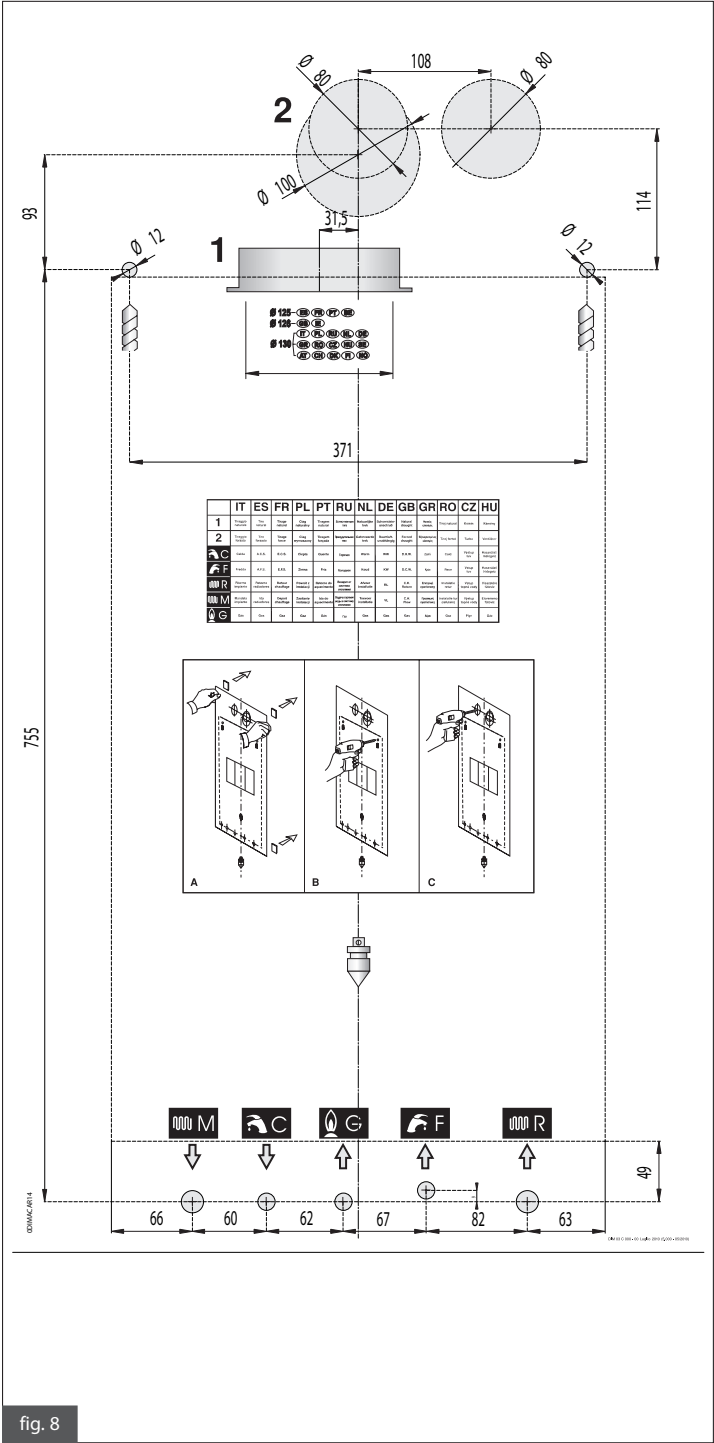

fig. 8
- b) la plantilla de fijación de la caldera en la pared (fig. 8);
Cada aparato está provisto de su correspondiente plantilla de papel (fig. 8) contenida en el embalaje, que permite la disposición de las tuberías de conexión a la instalación de calefacción, a la de agua sanitaria, a la red de gas y a los conductos de aspiración aire/evacuación de humos en el momento de la realización de la instalación hidráulica y antes de la colocación de la caldera.